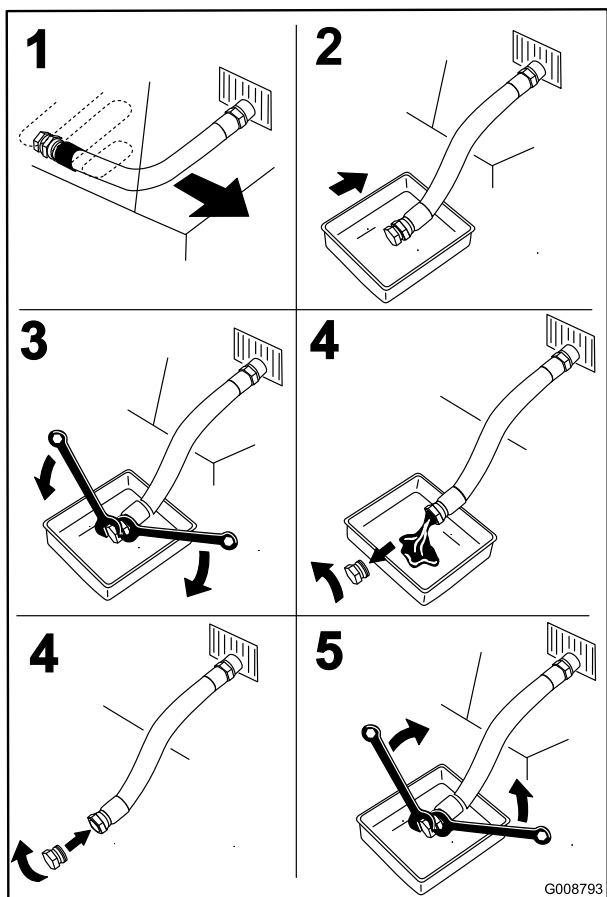

Figure 48
- Vidangez l'huile moteur (Figure 48).